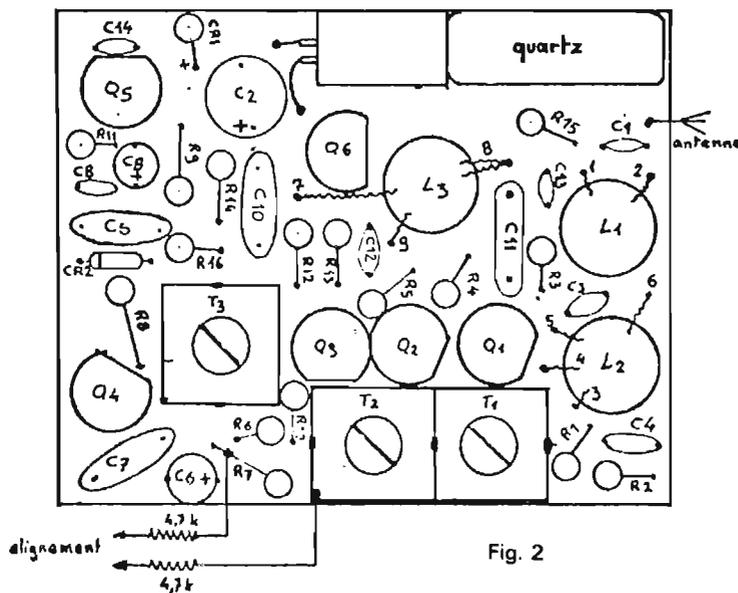

Fig. 2
- Pour l'alignement souder 2 fils sur le récepteur (voir fig. 2) en intercalant des